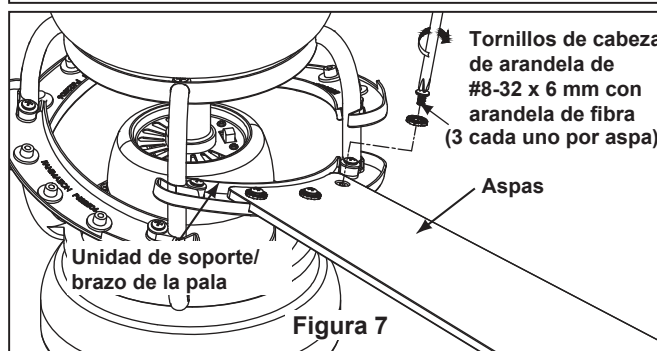

Figura 7
- ☐ 7. Coloque el aspa sobre el unidad de soporte/brazo de la pala con los pilotes roscados a la vista. Asegúrese de que la parte inferior del aspa se encuentre bien apoyada sobre el unidad de soporte/brazo de la pala. Con un destornillador Phillips, fije los tornillos con cabeza de arandela de #8-32 x 6 mm para asegurar la placa en el brazo de sujeción de las unidad de soporte/brazo de la pala. (Figura 7)
- ☐ 7. Instale la carcasa en la unidad del motor utilizando los cuatro tornillos previamente y fíjelos adecuadamente. (Figura 7)